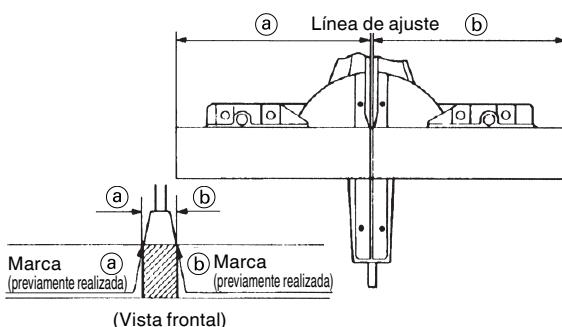

Fig. 25
(1) Como se muestra en la Fig. 25, la anchura de la hoja de sierra es la de corte. Por lo tanto, deslice la pieza de trabajo hacia la derecha (vista desde la posición del operador) cuando desee la longitud (b), o hacia la izquierda cuando desee la longitud (a).